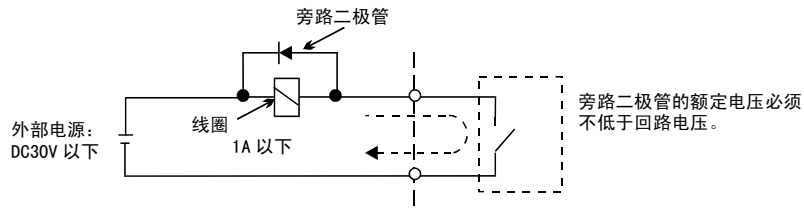

图 2.9 旁路二极管的连接
2. 驱动继电器线圈等电抗负载时，请务必如图 2.9 所示，插入旁路二极管。